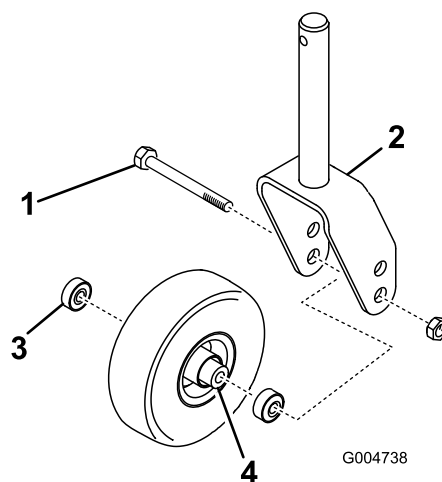
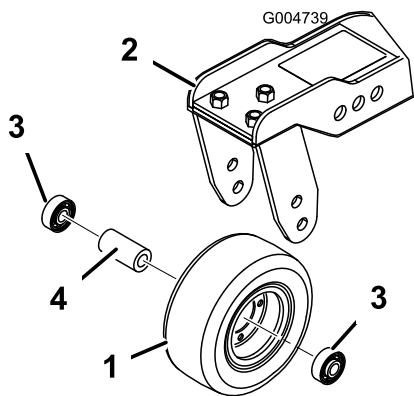

Figure 84
Figure 85
1. Retirez le contre-écrou du boulon vis de fixation de l'ensemble roue pivotante entre la fourche (Figure 84) ou le bras pivotant (Figure 85). Maintenez la roue pivotante et sortez le boulon de la fourche ou du bras pivotant.
- Enlevez le roulement du moyeu de la roue et laissez tomber la douille d'écartement à l'extérieur (Figure 84 et Figure 85). Enlevez le roulement de l'autre côté du moyeu.